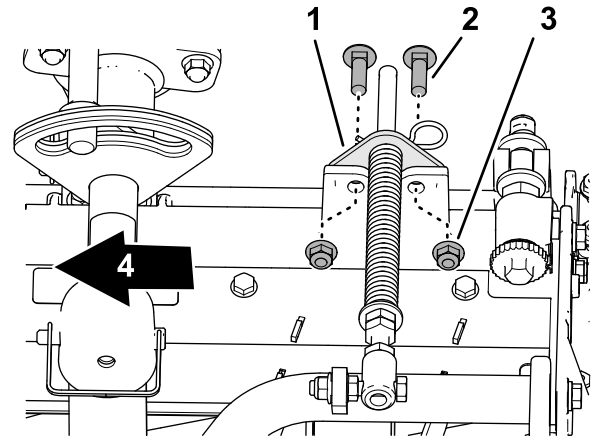

Figure 14
- Alignez les trous du support du compensateur et les trous dans le cadre de l'unité de coupe (Figure 14).